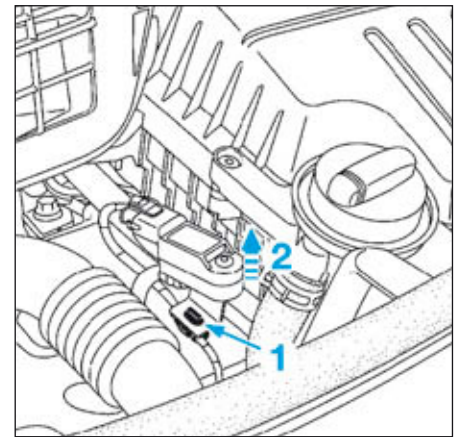

FIG.37
- Dégrafer le câblage du capteur de pression en (1) (Fig.37).
- Déclipper le capteur de pression (2).